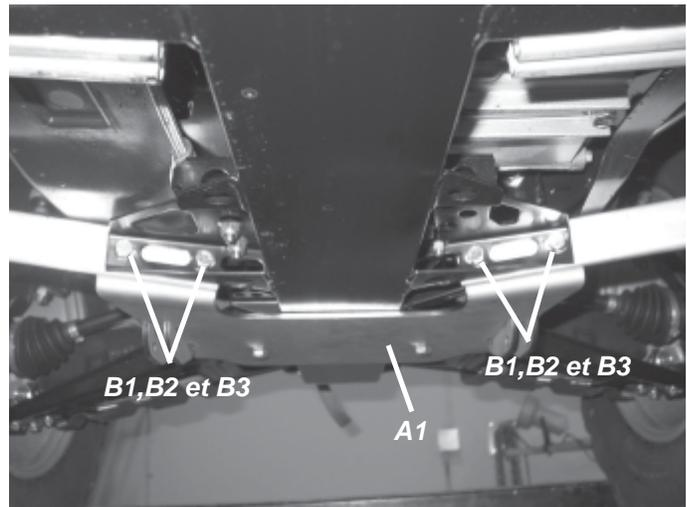

Figure 2 - Installez le kit de montage de lame.
2. Placez la base de montage de lame (A1) à son emplacement tel qu'indiqué à la Figure 2.